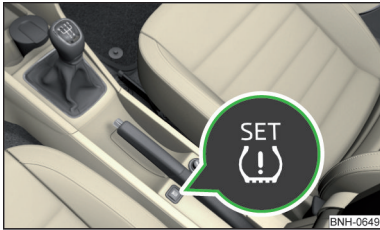

Abb. 215
- › Die Symboltaste » **Abb. 215** drücken und gedrückt halten.